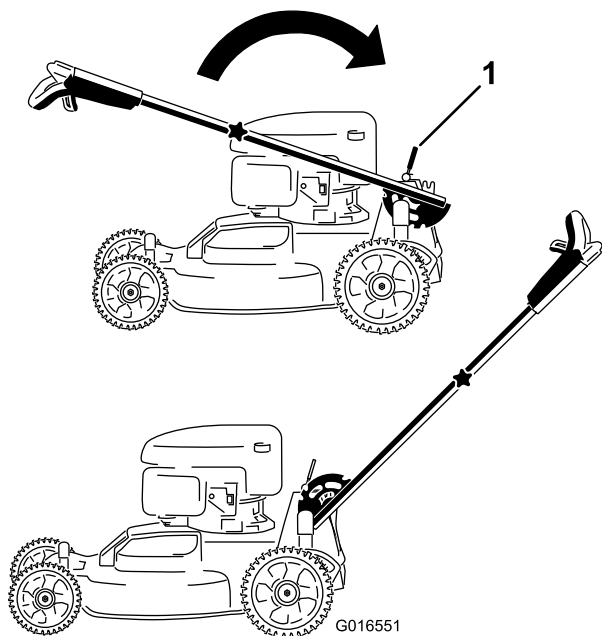

Рисунок 4
1. Поверните верхнюю рукоятку, чтобы она сложилась вместе с нижней рукояткой (Рисунок 3), и затяните обе ручки на рукоятке, чтобы зафиксировать верхнюю рукоятку на месте (Рисунок 4).
2. Отпустите рычаг фиксации рукоятки (Рисунок 4).
3. Потяните рукоятку назад и зафиксируйте в рабочем положении (Рисунок 4).